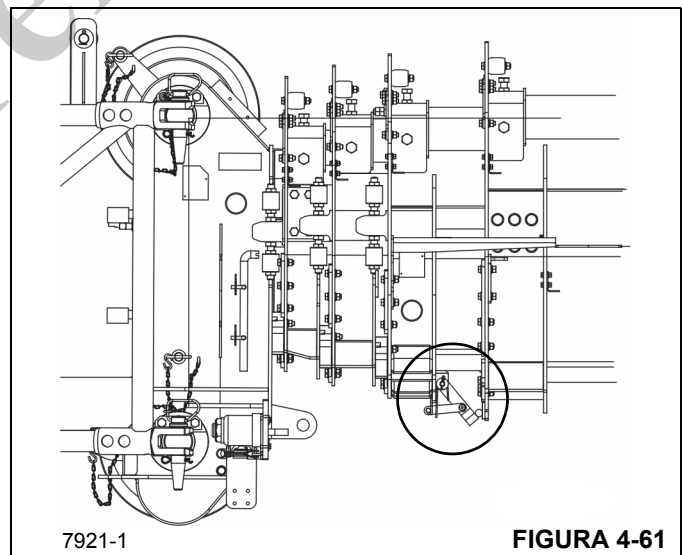

FIGURA 4-61
- Estenda a lança o suficiente para desengatar o calço de parada da lança acionado por mola (Figura 4-61).